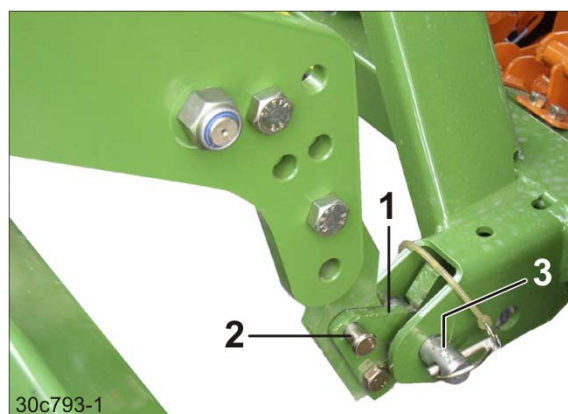

Fig. 103
2. Dezasigurați urechile de siguranță (Fig. 103/1).
- 2.1 Scoateți bolțurile (Fig. 103/2).
5. Preluați punctele inferioare de sprijin (Fig. 103/3) ale semănătoarei cu cârligul de prindere.
7. Rotiți urechile de siguranță (Fig. 103/1) și introduceți-le pe fiecare cu câte un bolt (Fig. 103/2). Asigurați bolturile cu șplinturi.